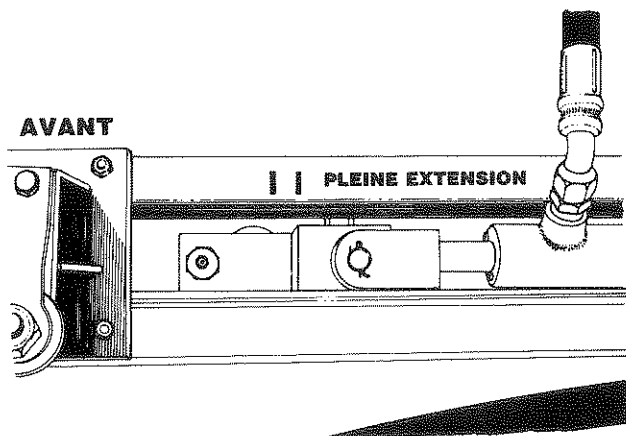

Fig. 43
5. Marquer la position du piston à sa course max. Marquer, également, 1" (2,5 cm) avant cette position *Fig. 43*.